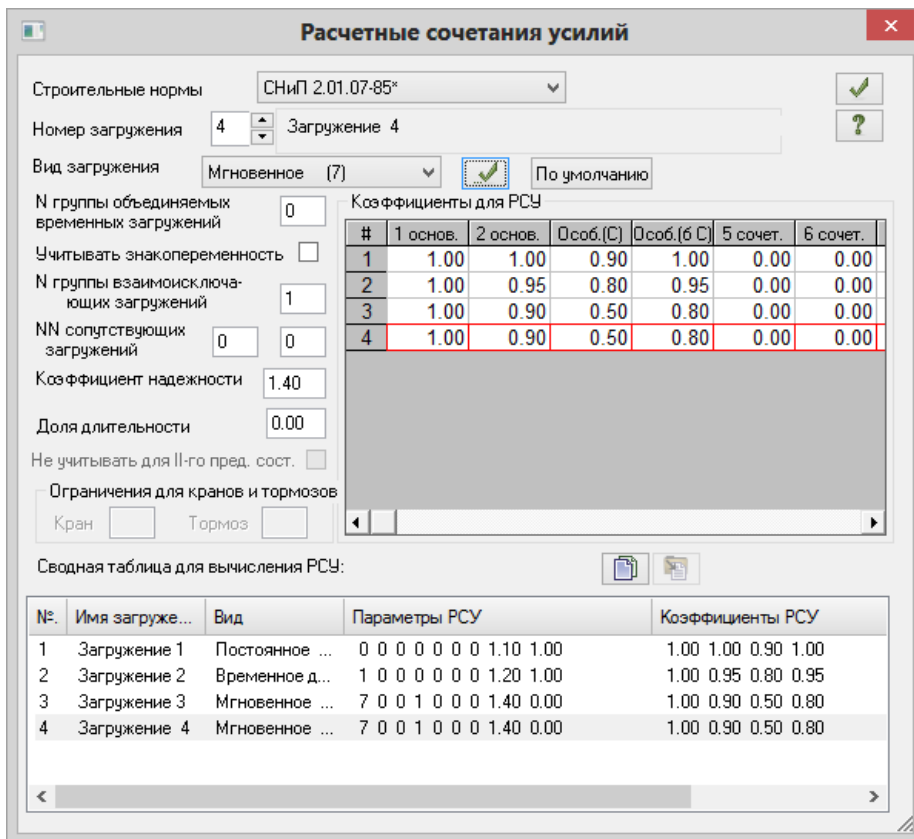

Рис.1.16. Диалоговое окно Расчетные сочетания усилий Этап 8. Задание расчетных
- Щелчком по кнопке  – **Таблица РСУ** (панель РСУ на вкладке **Расчет**) вызовите диалоговое окно **Расчетные сочетания усилий** (рис. 1.16).